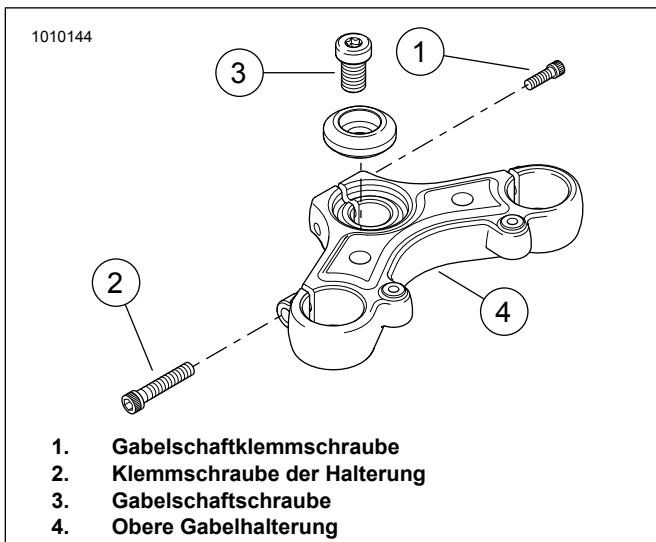
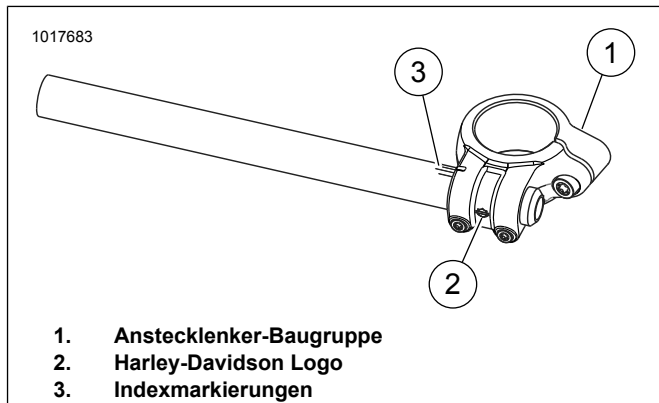
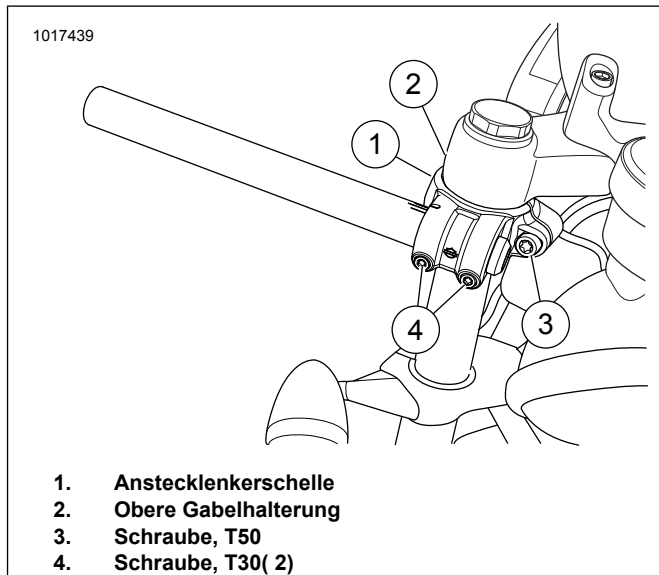

Abbildung 1. Obere Gabelhalterung
Abbildung 2. Clip-Lenker (rechte Seite abgebildet)
Abbildung 3. Einbau Anstecklenker
1. Siehe Abbildung 1. Die Klemmschraube (1) des Gabelschafts lösen.
2. Die Klemmschrauben der oberen Gabelhalterung (2) lösen.
3. Die Gabelschafts schraube (3) entfernen.
4. Die Schrauben der oberen Gabelhalterung (2) lösen.
5. Die obere Gabelhalterung (4) entfernen.
6. Siehe Abbildung 2. Ansteck-Baugruppe (1) über das Tauchrohr schieben. Das Harley-Davidson-Logo (2) sollte mit der rechten Seite nach außen zeigen.
7. Die mittlere Ausrichtmarkierung (3) sollte sich an der Markierung an der Schelle ausrichten.
10. Siehe Abbildung 1. Obere Gabelhalterung an entsprechender Stelle einsetzen.
11. Gabelschaftschraube (3) einsetzen. Zu diesem Zeitpunkt von Hand anziehen.
12. Halterungsschrauben (2) einbauen. Zu diesem Zeitpunkt von Hand anziehen.
13. Siehe Abbildung 3. Ansteck-Baugruppen auf die Tauchrohre schieben, bis sie die obere Gabelhalterung berühren.